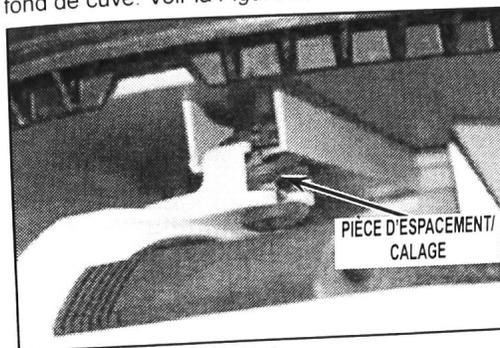

FIGURE 9
- e. Vérifier que la pièce d'espacement/calage est en place et qu'elle est parfaitement engagée dans la rainure du fond de cuve. Voir la Figure 9.
- h. Vérifier de nouveau que la pièce d'espacement/calage est en place et qu'elle est parfaitement engagée dans la rainure du fond de cuve. Voir la Figure 9.